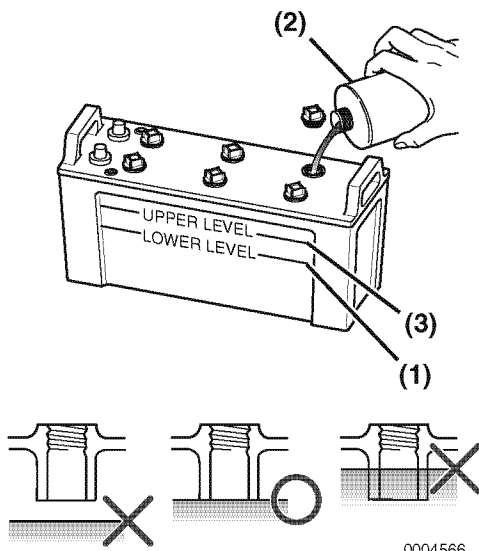

Figure 4
4. Se il livello è inferiore al minimo (**Figure 4, (1)**), rabboccare con acqua distillata (**Figure 4, (2)**) (reperibile sul mercato) fino al limite massimo (**Figure 4, (3)**) della batteria.